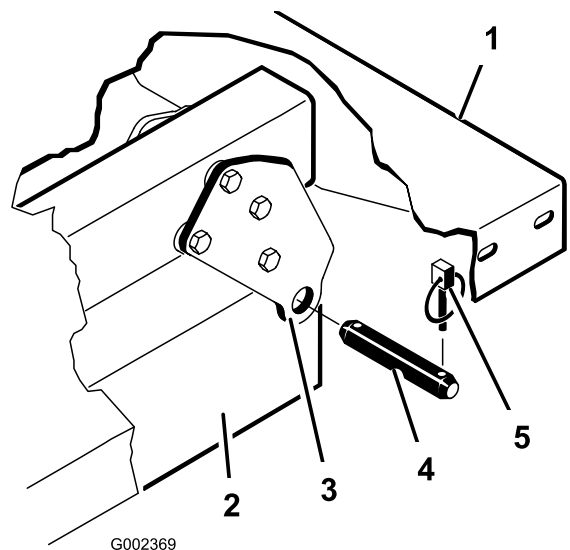

Bild 4
- Nehmen Sie die Klapstecker und die Lastösenbolzen ab, mit denen die Schwenkhalterungen der Ladepritsche an den Rahmenkanälen der Maschine befestigt sind (**Bild 4**).